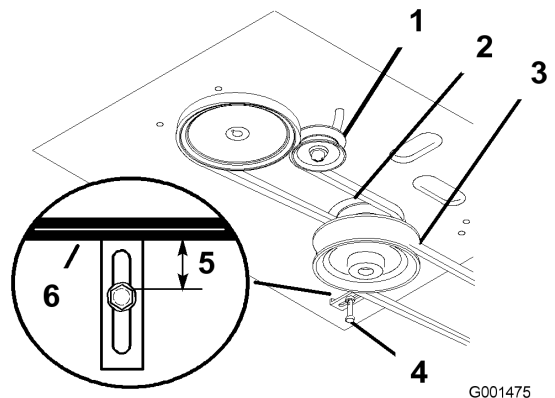

Figure 33
4. Enlevez la courroie du plateau de coupe (voir Remplacement de la courroie du plateau de coupe) (Figure 33).
5. Desserrez le boulon de pivot jusqu'à ce que la poulie de tension puisse coulisser dans la fente et déposez la courroie de transmission du moteur et des poulies d'entraînement (Figure 33).
6. Montez la courroie d'entraînement neuve sur les poulies de moteur et d'entraînement (Figure 33).
7. Insérez la poulie de tension dans le bâti du moteur pour tendre la courroie de transmission (Figure 33).
8. Installez la courroie du plateau de coupe (Figure 33).
9. Vérifiez que le guide de courroie sous le bâti du moteur est réglé correctement (Figure 33).
13. Vérifiez que le guide de courroie sous le bâti du moteur est réglé correctement (Figure 33).